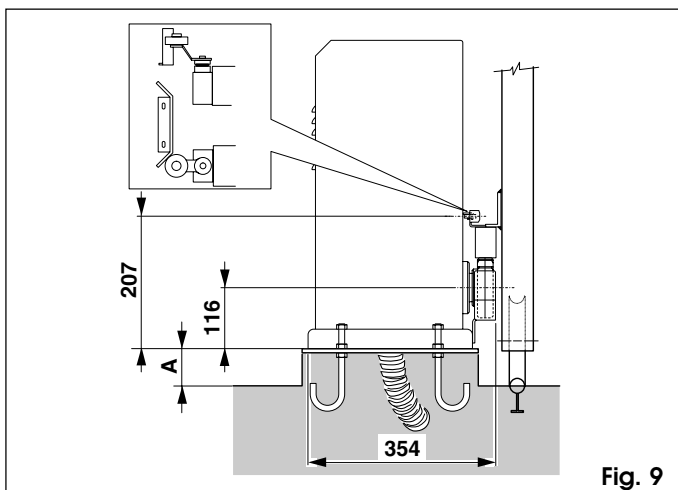

Fig. 9
N.B.: se aconseja colocar la placa ligeramente realzada con respecto al nivel del suelo (fig. 9 ref. A).